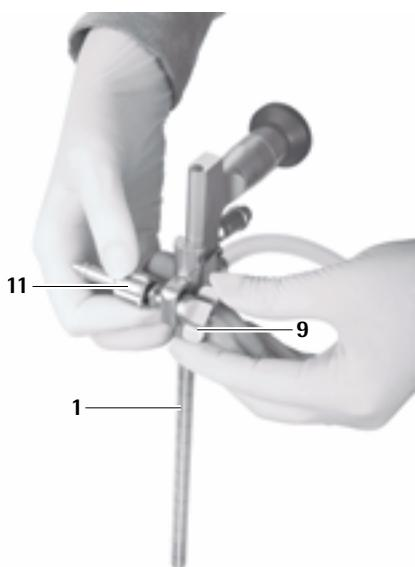

Fig. 19
- ▶ Enroscar la tuerca de mariposa **10** hasta que se fije el adaptador para brazo de soporte **11**, ver Fig. 19. MINOP El trócar inVent **1** está preparado para adaptarse en el brazo de soporte.